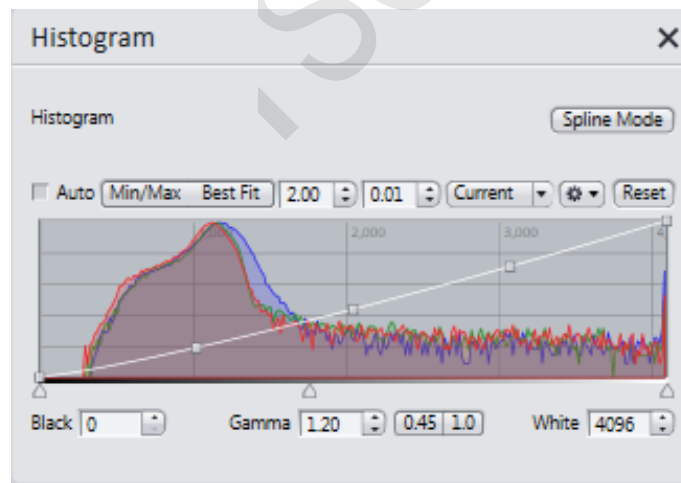

图 6-6 光平衡 Manual 调节
6.5.5.3 软件灰度直方图显示窗口 Histogram，一般情况下将鼠标放在曲线的第一个截点后按住左键向下拖动曲线，图像的对比度会提高，若向上拖动曲线，图像会变亮，一般情况下建议向下拖动曲线。如图 6-6:
6.6.1 点击软件左侧的 Select Scaling 对话框, 选择与显微镜硬件对应的标尺文件, 若显微镜用 10x 物镜, 则总放大倍率为 100 倍, 在软件上选择对应的 10x 标尺文件 (图 6-6), 然后点击 Assign Scaling To Image, 即可将标尺文件加载到软件中。